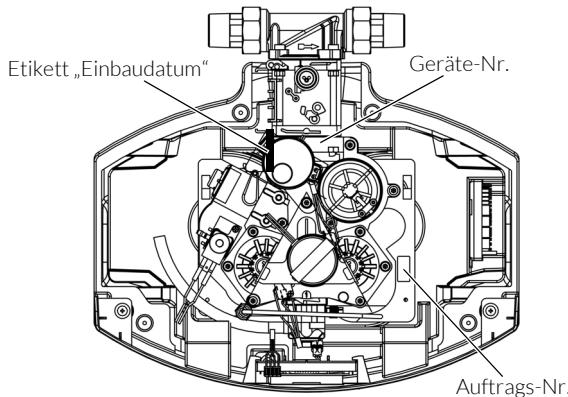

Abb. 10: Geräte- und Auftrags-Nr. sowie Etikett „Einbaudatum“
- / Das Einbaudatum auf dem Etikett (siehe Abb. 10) und in das Wartungsprotokoll (Kap. 12) eintragen.